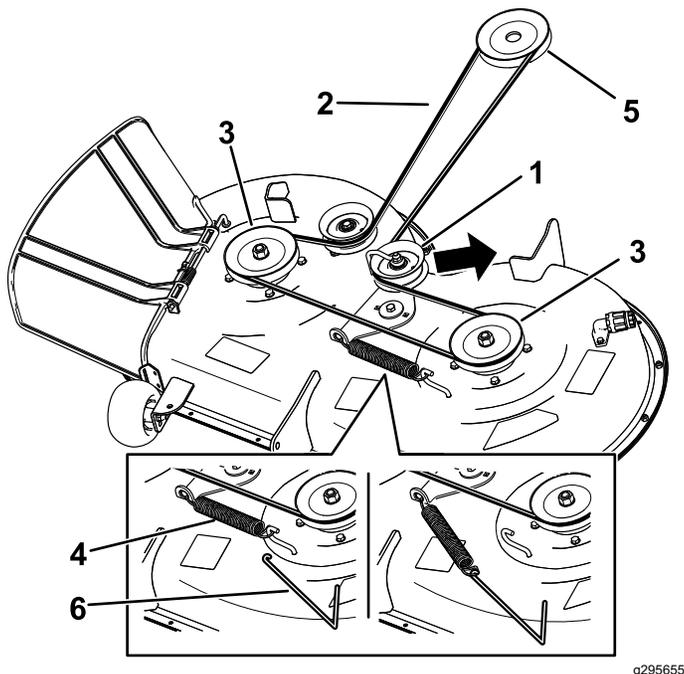

Figura 55
2. Tornillos (3)
- Con una herramienta para la retirada de muelles (Pieza Toro N° 92-5771), retire el muelle tensor del gancho de la carcasa para eliminar la tensión de la polea tensora y retire la correa de las poleas (Figura 55).
- Pase la correa nueva alrededor de las poleas del motor y del cortacésped (Figura 55).
- Con una herramienta para la retirada de muelles (pieza Toro n.º 92-5771), instale el muelle tensor sobre el gancho de la carcasa y tense la polea tensora y la correa del cortacésped (Figura 55).